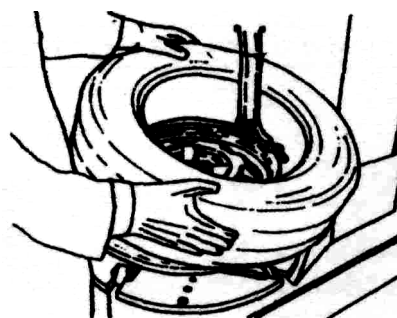

Рис. 14
5. Удалите камеру, если она присутствует. Переверните колесо и повторите операцию для другого борта (рис.14).